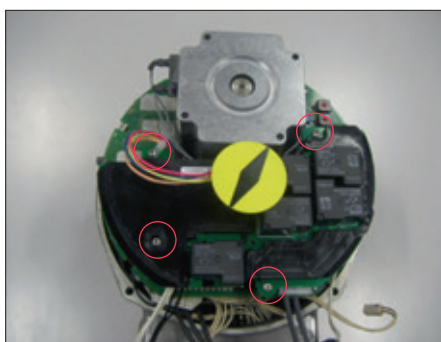

Figura 43
- Posizionare la scheda OM13 sopra i distanziali e serrare le 4 viti (Figura 43).